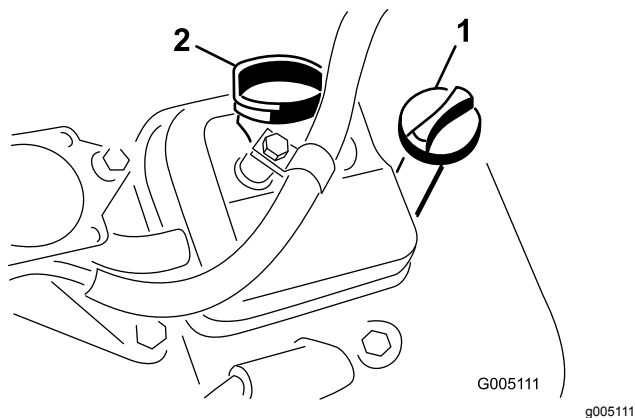

Figura 30
3. Introduzca la varilla en el tubo y enrósquela en el tubo (Figura 30).